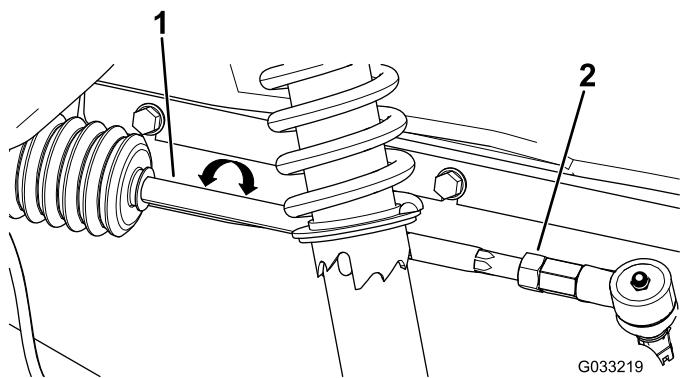

Figura 53
- Se a medição obtida não se situar entre +/- 0 e 3 mm, desaperte as porcas de retenção nas extremidades das barras (Figura 53).